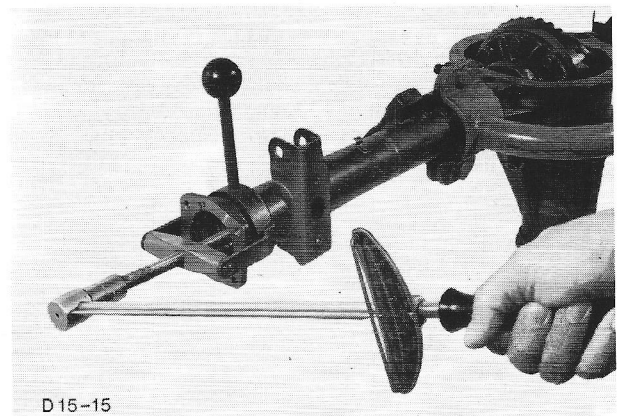

Fig.51 Steek het spindel 15-021 in de askoker en zet het vast.
32. Steek spindel 15-021 in een van beide askokers en draai het met een aantrekkoppel van 5 Nm (50 kg.cm)(43.4 lb.in.) vast. Draai het satellietenhuis een aantal malen en controleer met een momentsleutel of het spindel nog met een aantrekkoppel van 5 Nm (50 kg.cm)(43.4 lb.in.) vastzit (fig.51).